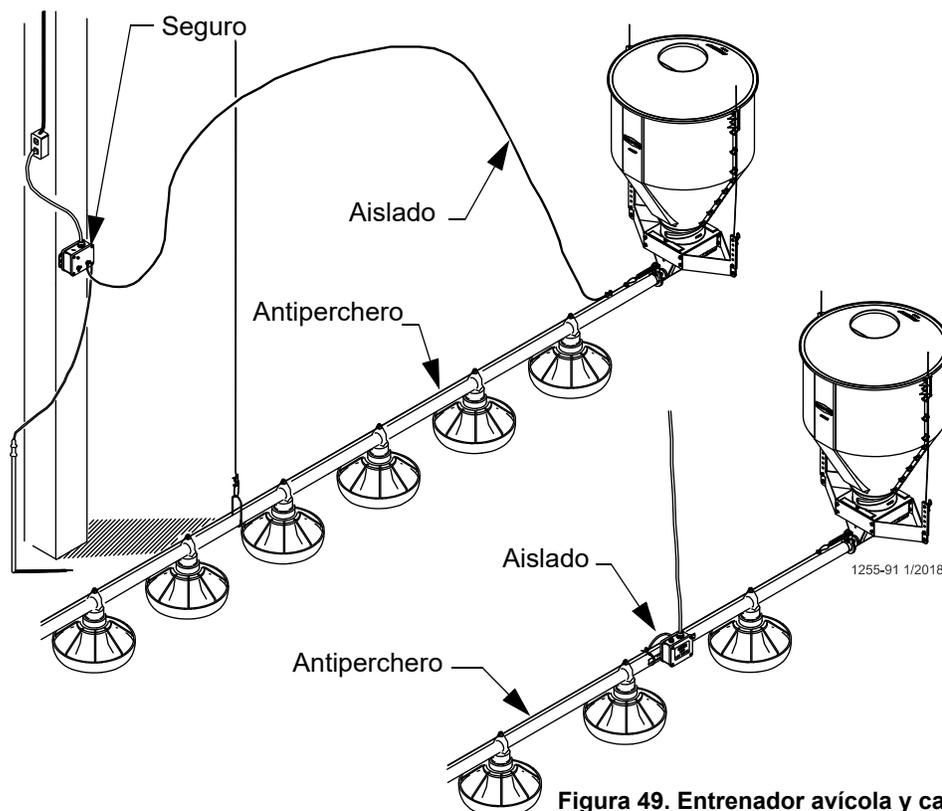

Figura 49. Entrenador avícola y cargador de línea
15. Instalar el entrenador avícola o el cargador de línea, como se muestra en la Figura 49. El entrenador avícola se usa para alimentar energía eléctrica a todos los cables antipercheros en un galpón.
- El cargador de línea se usa para alimentar energía eléctrica a los cables antipercheros individuales en un galpón. (Ver la Figura 49).